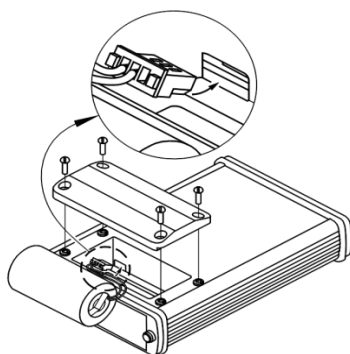

Рисунок 10. Замена источника питания.
- произвести замену батареи в соответствии с рис. 10;